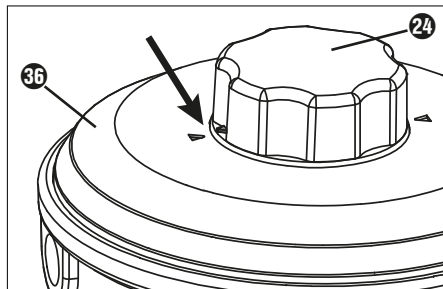

Fig. 1.
- ◆ Encastre ambas baterías **43** en el bloque motor **1** (consulte la fig. 1).
- 1) Asegúrese de que las dos flechas de la tapa 36 y del botón giratorio 24 de la bobina de hilo de corte 23 coincidan entre sí (consulte la fig. 1). Así se garantiza que el hilo pueda introducirse directamente en el canal del hilo de la bobina 38.
Antes de poner el aparato en funcionamiento, introduzca **ambas** baterías (consulte la fig. 1) y colóquese el arnés 48.